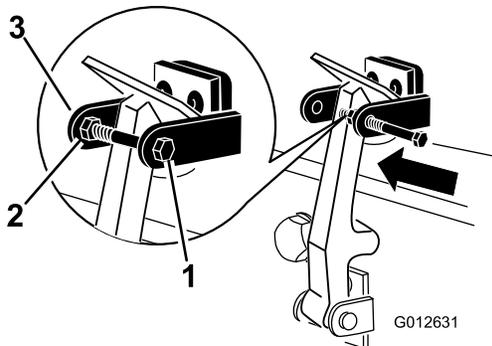

图 18
7. 将螺栓拧入机罩门锁支架的另一个臂直至将门锁锁定到位 (图 18)。